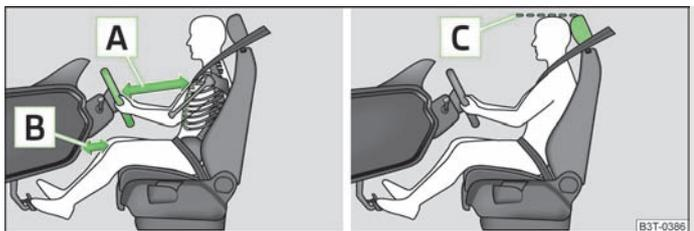

Fig. 135 Distanza corretta del conducente dal volante e dalla plancia / regolazione corretta della poggiatesta del conducente
- Impostare lo sterzo in maniera tale che la distanza tra il volante e lo sterzo sia pari ad almeno » fig. 135 25 cm e la distanza delle gambe dalla plancia all'altezza dell'airbag per le ginocchia sia pari ad almeno » fig. 135 10 cm .
- Regolare la poggiatesta in modo che il bordo superiore della poggiatesta si trovi all'incirca alla stessa altezza della parte superiore del proprio capo » fig. 135 .